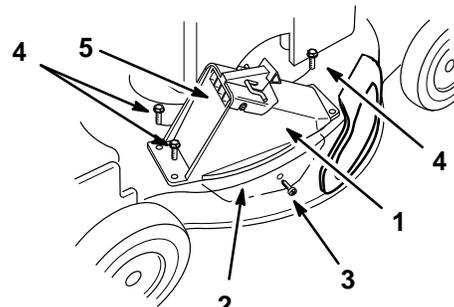

Figure 34
1. Oeillets (4)
6. Insérer la patte du conduit d'éjection dans le carter de tondeuse (Fig. 34).
7. Faire correspondre les orifices du conduit d'éjection et les oeillets du carter de tondeuse (Fig. 34).
8. Faire correspondre l'orifice de la patte du conduit et l'orifice latéral du carter de tondeuse (Fig. 34).
9. Insérer la vis autotaraudeuse fournie avec le sac de ramassage dans l'orifice latéral du carter de tondeuse et dans la patte, et serrer partiellement la vis (Fig. 34).
10. Fixer le conduit d'éjection au carter de tondeuse à l'aide des trois boulons fournis avec le sac de ramassage (Fig. 34).
13. Ouvrir et fermer le volet d'éjection pour s'assurer qu'il peut se mouvoir librement (Fig. 34).